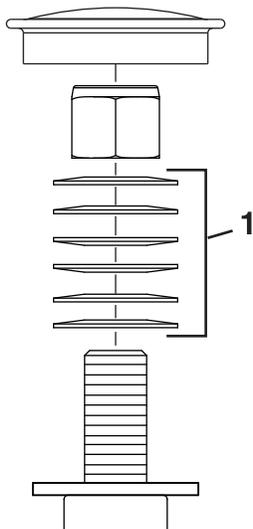

Figura 53
3. Retire el tapón guardapolvo de la rueda giratoria y apriete la contratuerca (Figura 53).
4. Apriete la contratuerca hasta que las arandelas de muelle estén planas, luego afloje $\frac{1}{4}$ de vuelta para establecer la pre-carga correcta de los cojinetes (Figura 53).
Importante: Asegúrese de que las arandelas de muelle están correctamente instaladas, según se muestra en Figura 53.
5. Coloque el tapón anti-polvo (Figura 53).